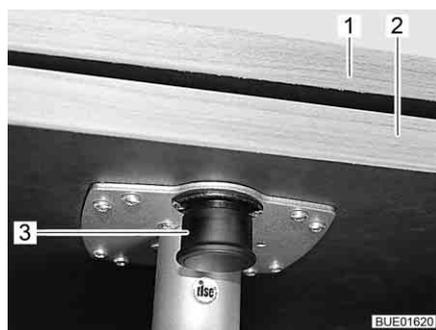

Fig. 128 Prolongación de mesa giratoria hacia fuera
- Tirar el botón (Fig. 128,3) del bloqueo hacia abajo y girar la prolongación de la mesa (Fig. 128,2) hacia fuera.
- Girar la prolongación de mesa (Fig. 128,2) debajo del tablero de la mesa (Fig. 128,1) hasta que se oiga engatillar el bloqueo.